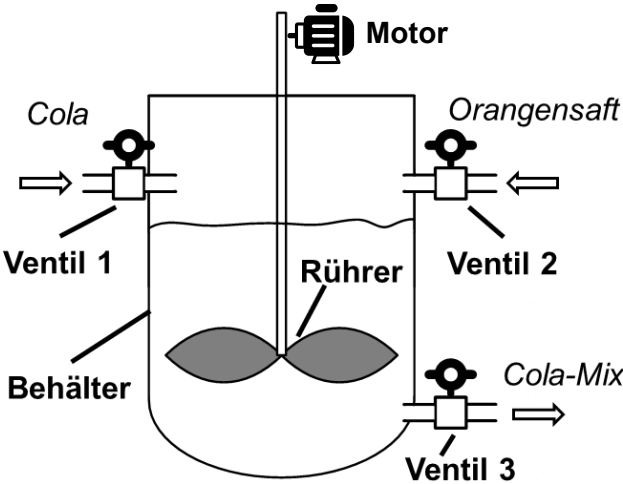
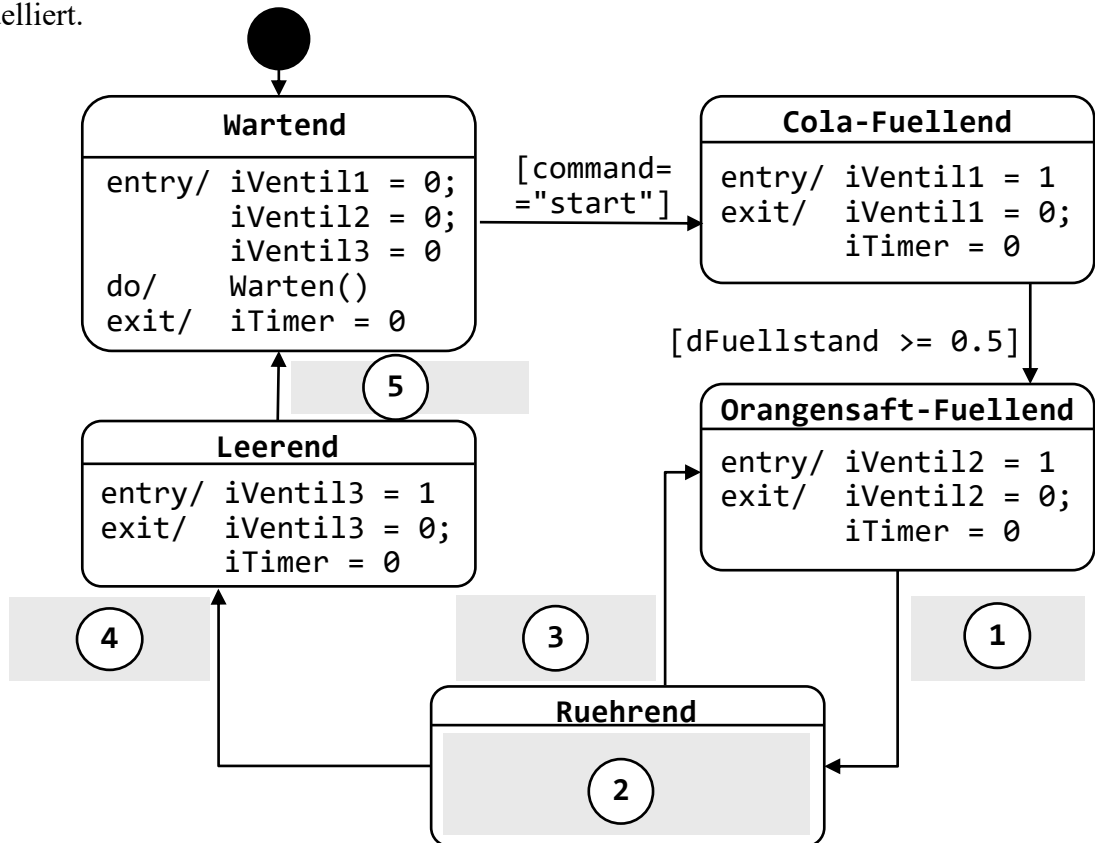

Bild 14.1: Aufbau des Rührkessels zur Herstellung des Cola-Mix Getränks
Bild 14.2: Zustandsdiagramm des Prozessablaufs mit zu ergänzenden Lücken ① bis ⑤.
Im Folgenden wird ein Prozessablauf (vgl. Bild 14.2) für das Herstellen eines Cola-Mix Getränks mit dem Rührkessel (Bild 14.1) beschrieben.
Bild 14.2 zeigt ein Zustandsdiagramm, welches den zuvor beschriebenen Prozessablauf modelliert.
Geben Sie unten an, wie die durch die Ziffern ① bis ⑤ gekennzeichnete Lücken des Zustandsdiagramms in Bild 14.2 ergänzt werden müssen, sodass dieses den Herstellungsprozess nach der gegebenen Beschreibung modellieren.